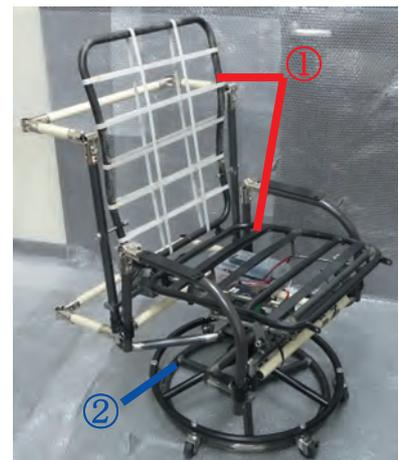
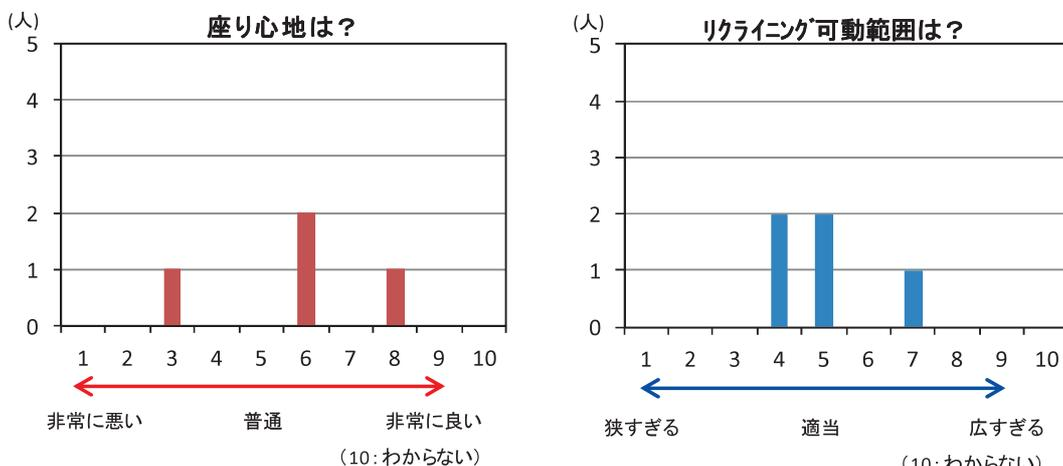

Fig.1 療育用支援椅子本体
Fig.2 試乗評価アンケート結果(一部抜粋) (2011.12.1 小山市にて実施)
Fig.1 に試作1号機を示す。楽な座位状態の確保のために、背もたれのリクライニングに連動して、座面部を前方にスライドする機構としている(図中①)。これにより、リクライニング時のすべり(仙骨座り)の軽減が期待される。また、脚部にはキャスタロック機構を搭載し、立ち上がり時の安全性を確保している(図中②)。Fig.2 は小山市にある支援センターの協力を得て、試乗試験を行なった際のアンケート結果の一部である。被験者人数が少ないため断定は難しいが、乗り心地やリクライニング可動範囲については比較的良好な結果を得た。しかし、実装した音声認識については、施設内での会話などの影響を受け安定した動作が得られなかった。今後、アンケート結果を基に、追加機能の検討および音声認識による操作性をより強固なものにする必要がある。